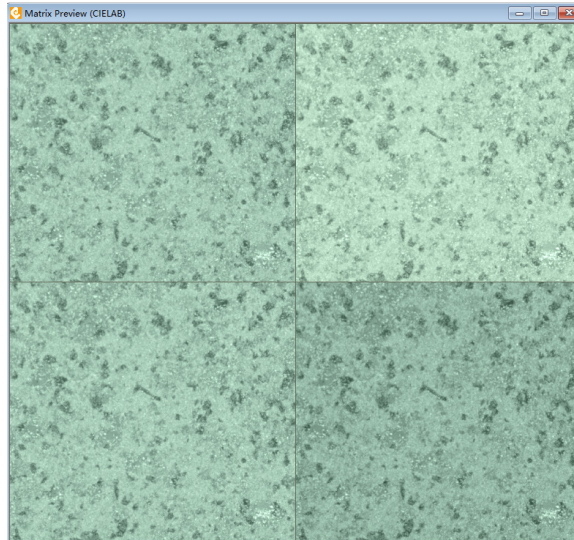

图 7-19 QC 矩阵着色效果图
- Preview:** 用于显示带有所选颜色数据的全彩色映射矩阵。只有在所有矩阵元素加载了颜色数据,此功能才能使用。效果图如图 7-19 所示。